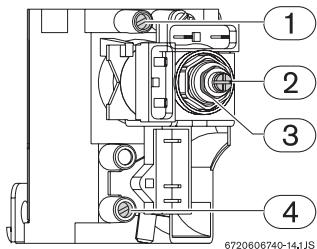

Bild 3 Druckmesspunkte
- Mit dem Regler (Bild 3, Nr. 3) den Druck regeln, bis die in Tab. 1 angegebenen Werte erreicht sind.
- Mit dem Regler (Bild 3, Nr. 2) den Druck regeln, bis die in Tab. 1 angegebenen Werte erreicht sind.